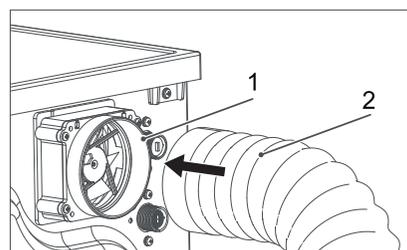

Fig.9
Pour installer le tuyau d'événement, fixez le tuyau d'événement (2) sur l'adaptateur de tuyau d'événement (1) comme indiqué sur la Fig 9.